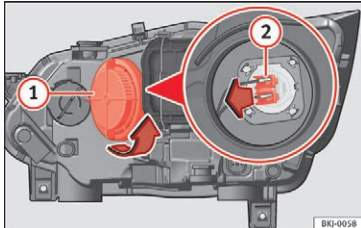

Fig. 95 I motorrummet: pære til fjernlys
- Drej afdækningen **1** mod venstre, og tag den af **» Fig. 95**.